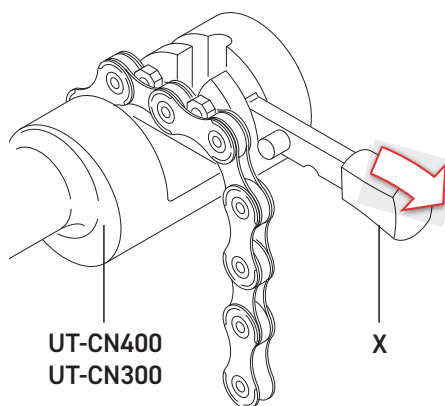

Fig.11
- Introduisez le maillon à refermer dans les logements prévus (Fig. 11).